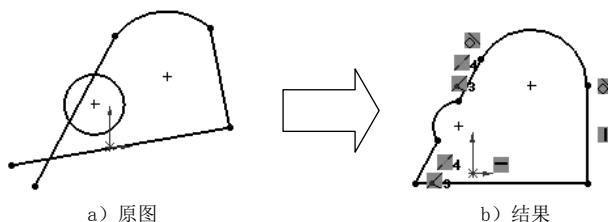

图 4.21.2 习题 2
2. 打开文件 D:\sw18.1\work\ch04.21\ex2.SLDPRT, 对打开的草图进行编辑, 如图 4.21.2 所示。